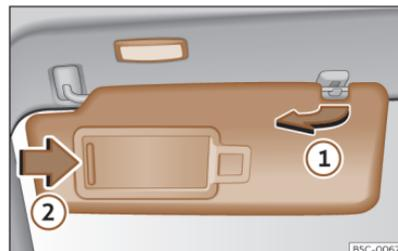

Fig. 111 Parasol.
- El parasol puede extraerse de la fijación y girarse hacia la puerta >>> **fig. 111 ①**.